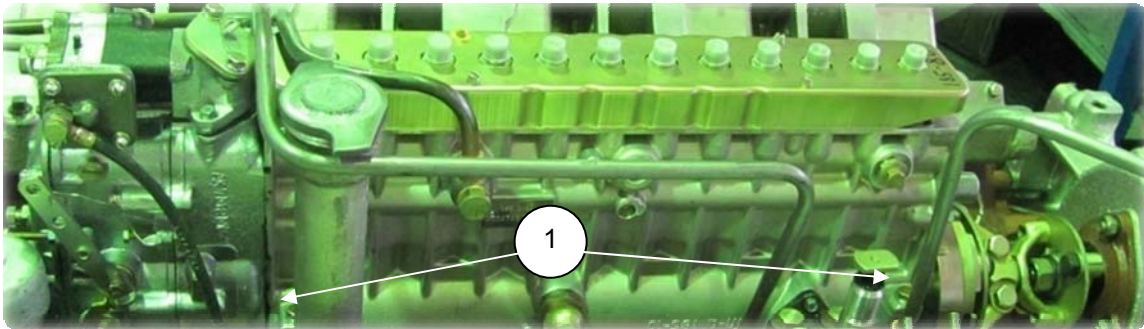

Рис. 6.40
2. Собрать 4 болта М10 (1) с шайбами, завернуть болты на 2...3 нитки от руки (рис. 6.40);